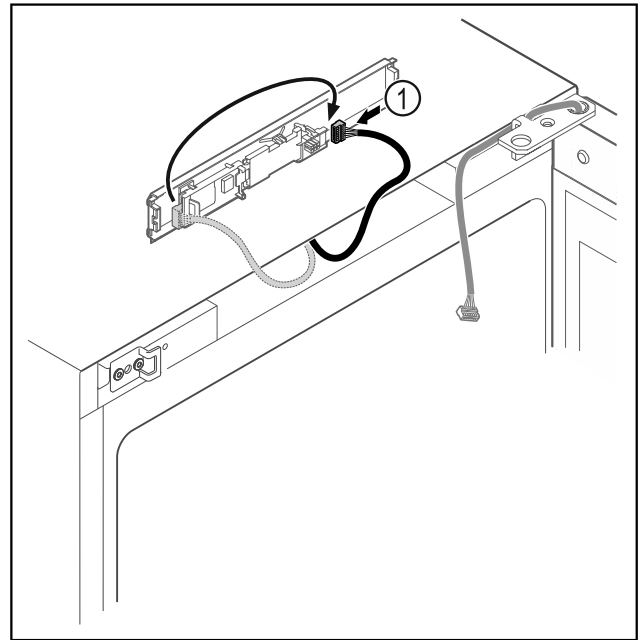

Fig. 15
- ▶ Vėl įkiškite kištuką į plokštę Fig. 15 (1).